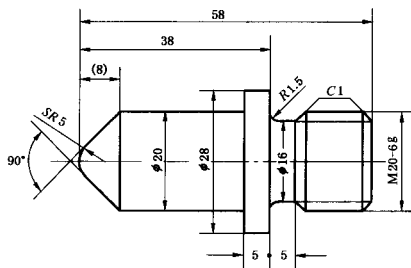

图 17 尺寸数字的注写位置
4.3.1 线性尺寸的数字一般应注写在尺寸线的上方,也允许注写在尺寸线的中断处(图 17)。